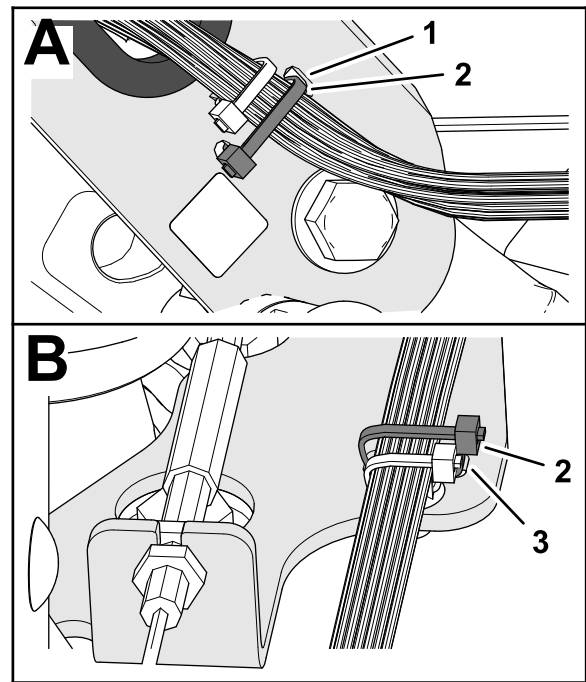

**Figure 10**
4. Insérez la fixation enfichable du faisceau de la machine dans le trou du profilé du timon (Figure 10).